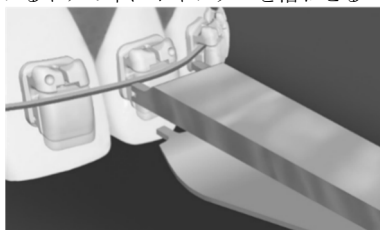

図 1
- (1) 3M ユニテック 開閉用 インストルメントの左右のノッチをそれぞれアーチワイヤーの両側に合わせ、開いているドアの下にポインターを沿わせる (図 1)。